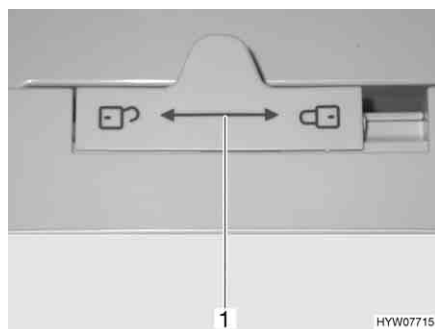

Bild 211 Lås till kylskåpsdörr (Dometic 7-serie)
- Skjut låset (Bild 211,1) åt vänster .
- Skjut låset (Bild 211,1) helt åt höger .